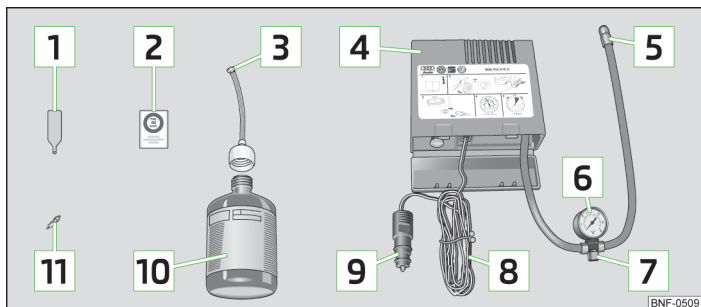

Fig. 120 Componentele setului
- Lipiți autocolantul **2** » fig. 120 la pagina 146 pe planșa de bord, în câmpul vizual al șoferului.
- Scuturați de câteva ori bine recipientul de umplere a anvelopei **10** » fig. 120 la pagina 146.
- > Înșurubați bine furtunul de presiune [5] » fig. 120 la pagina 146 al compresorului de aer pe ventilul anvelopei.